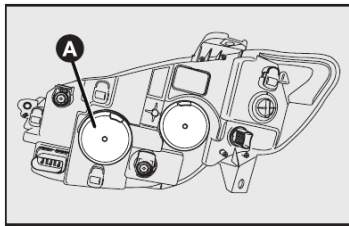
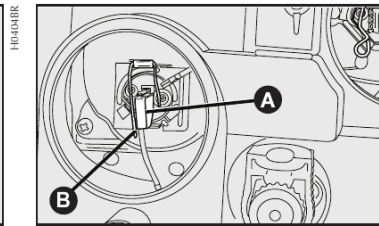

fig. 25
fig. 26
- 1) Remover a tampa de borracha **A-fig. 25** para ter acesso às lâmpadas.
- 2) Soltar o conector **A-fig. 26** de alimentação da lâmpada;
- 3) Retirar o porta-lâmpada pressionando a presilha **B-fig. 26** abrindo-a lateralmente;
6) Reenganchar a presilha de fixação **B-fig. 26** e recolocar o conector **A-fig. 26**, colocando por último a tampa de borracha **A-fig. 25**.